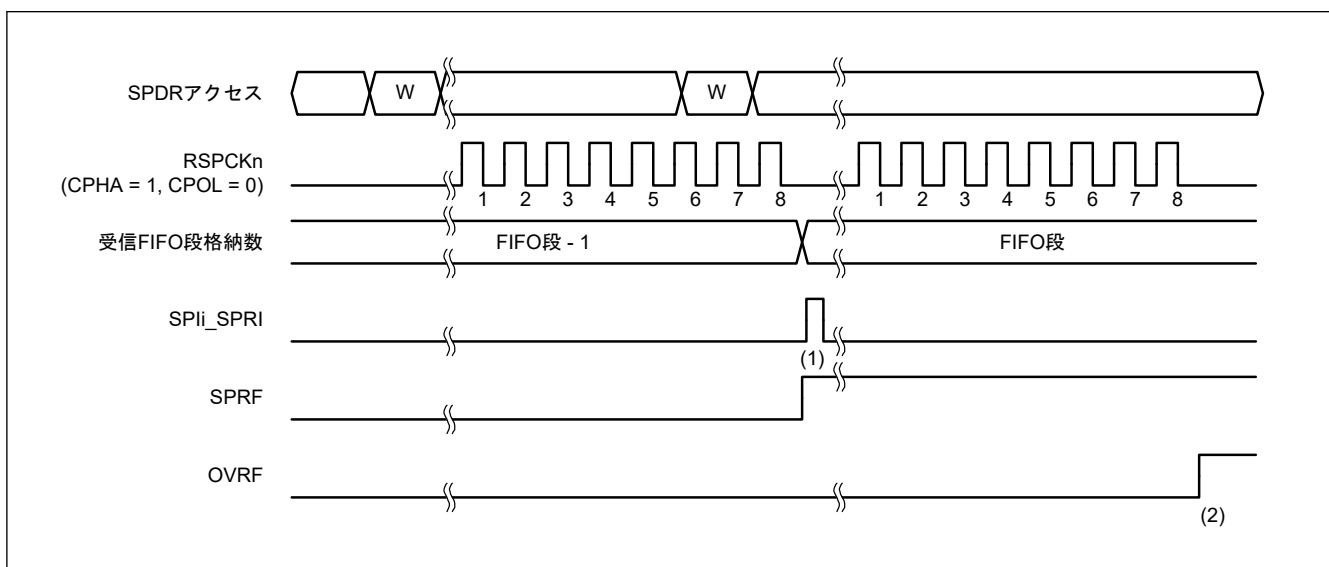

図 32.30 SPCR.TXMD[1:0] = 00b の場合の動作例
以下に、図 32.30 の (1)、(2) に示したタイミングでのフラグ動作を説明します。